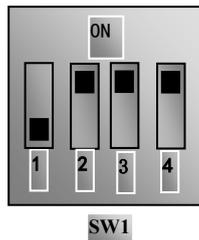

图 4-4 拨码开关
(2) 按方式键，进入编程菜单。
(3) 设置变频器的功能参数；
① 进入 F203 参数，设置为 1，选择模拟 AI1，0~10V 电压端子频率设定方式；
② 进入 F208 参数，设置为 1，选择方向端子（OP5 设置为自由停机，OP4 设置为反转；OP6 设置为正转）控制运行；
(4) 对于三相变频器控制端子排附近有一四位红色拨码开关 SW1，如图 4-4 所示。拨码开关的作用是选择模拟量输入端子 AI1、AI2 的输入范围（0~5V/0~10V/0~20mA）。实际使用时通过 F203 来选择模拟量输入通道。按图示把开关 1 拨到 OFF 位置，3 拨到 ON 位置，选择 0~10V 电压调速。